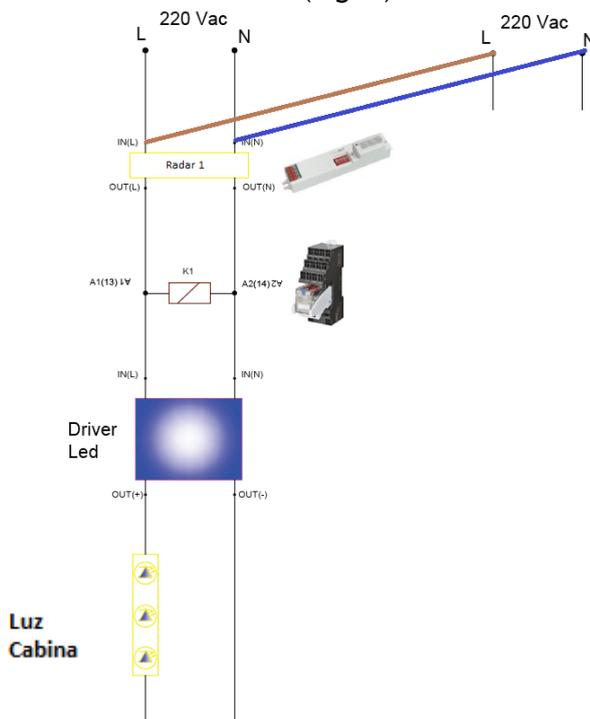

Fig. 4
IV. Depuis l'entrée Radar 1, nous allons prendre une ligne électrique (LN) pour alimenter le KIT GERMICILED (Fig. 4).